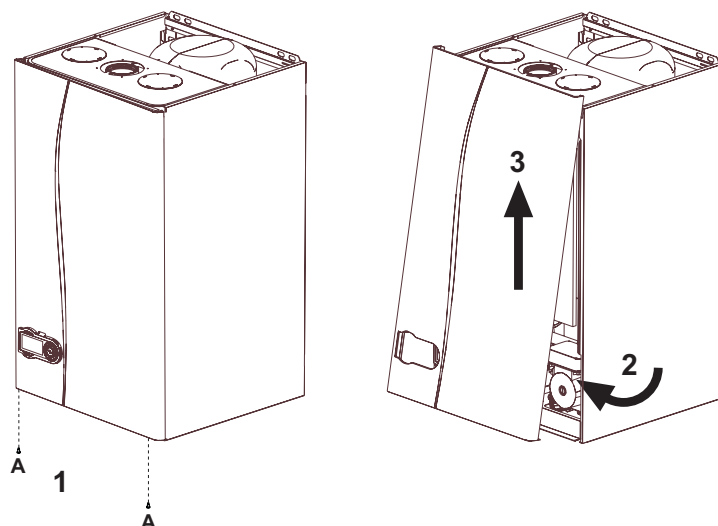

fig. 27 - Démontage de l'habillage
1. Dévisser les vis A (voir fig. 27).
2. Faire pivoter l'habillage (voir fig. 27).